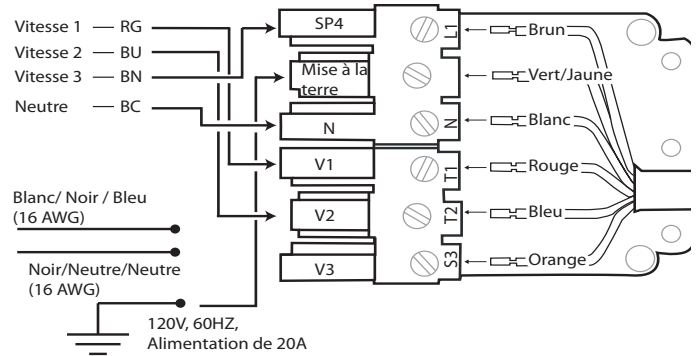

Figure 23 : Câblage de la hotte avec un ventilateur à distance
8. Branchez le ventilateur à distance aux fils du connecteur en tire-bouchon, comme illustré sur la Figure 23. Branchez le fil vert (mise à la terre) à la vis de mise à la terre de la boîte de connexion. Consultez les instructions d'installation du ventilateur pour plus de détails sur le câblage.